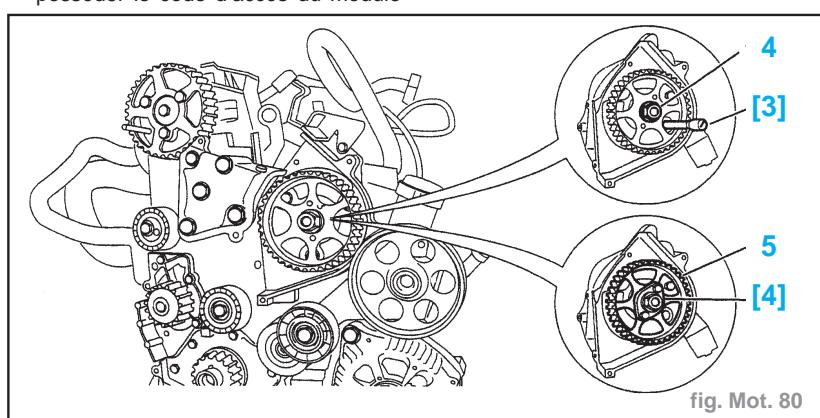

fig. Mot. 80
- Écarter le support faisceau (1).
- Vidanger et écarter le bocal (2) de l'élément filtrant.
- Déposer le support (3) du bocal de l'élément filtrant.
- Desserrer l'écrou (4) (à l'aide de l'outil [3] pique (-).0188-V) (fig. Mot. 80).